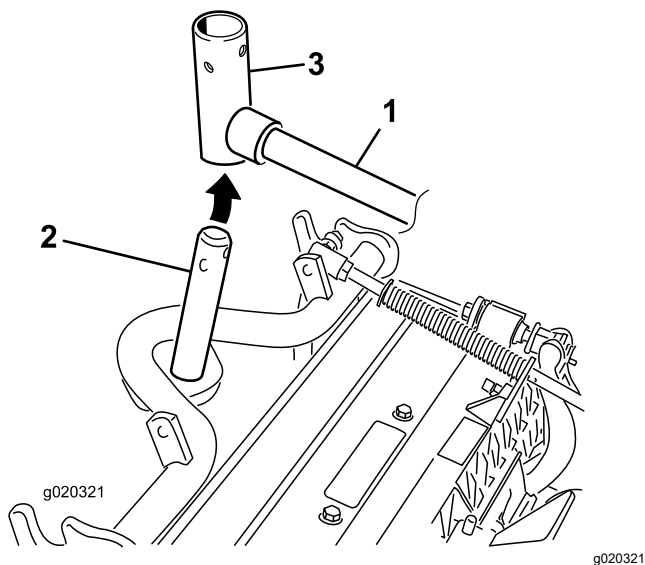

Рисунок 10
9. При установке передних режущих блоков передвиньте режущий блок под подъемным рычагом, одновременно вставляя вал несущей рамы вверх в вилку шарнира подъемного рычага (Рисунок 10).
- B. Вставьте вилку подъемного рычага в вал несущей рамы (Рисунок 10).